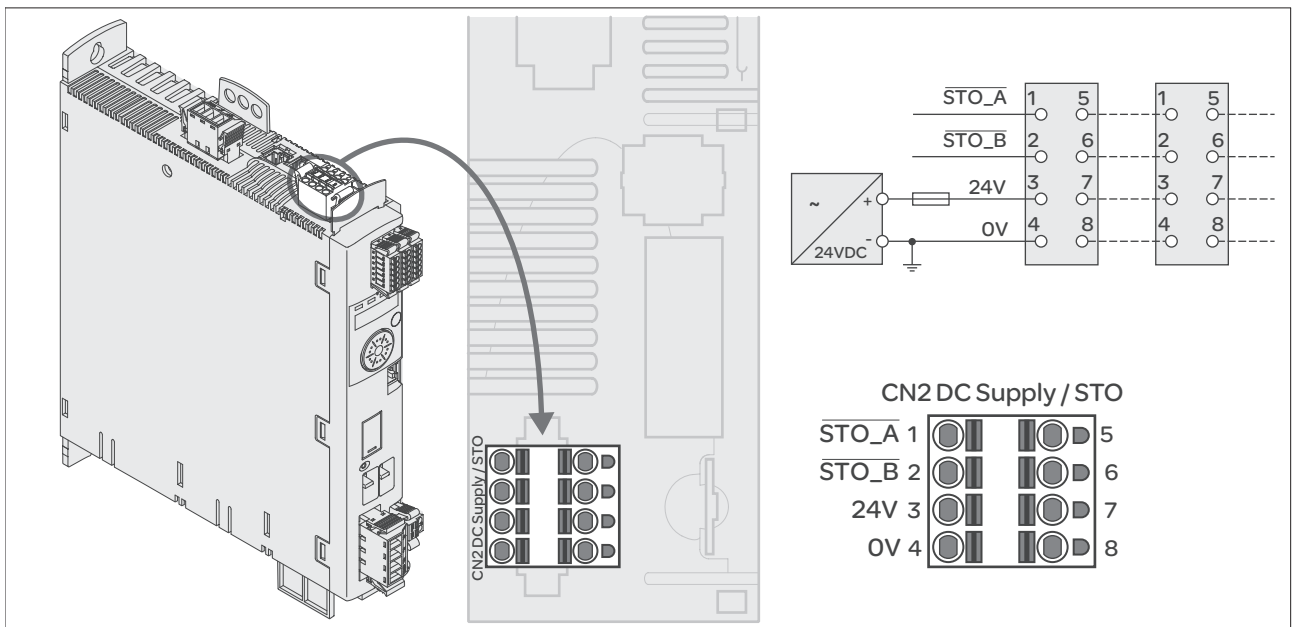

图 6.12 控制系统电源接线图
- CN2接头、针脚3和7以及CN2、针脚4和8(参阅图 6.12)可作为 24V/0V 接头而用于其它的用电器。1 请注意最大允许端子电流(“压簧端子 CN2 的属性”)。